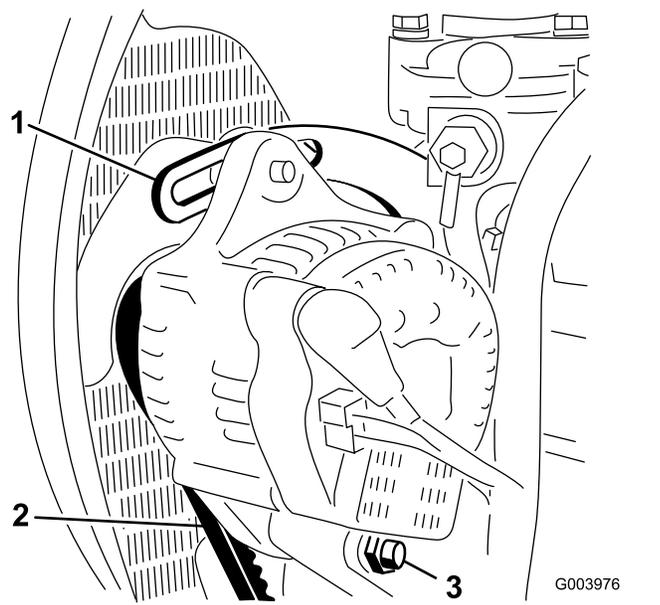

Figura 71
- Verifique tensão da correia do alternador, premindo-a (Figura 71) até metade entre as polias do alternador e do cárter com uma força de 10 kg.
- Desaperte o parafuso que segura a braçadeira ao motor (Figura 71), o parafuso que segura o alternador à braçadeira e o parafuso de articulação.